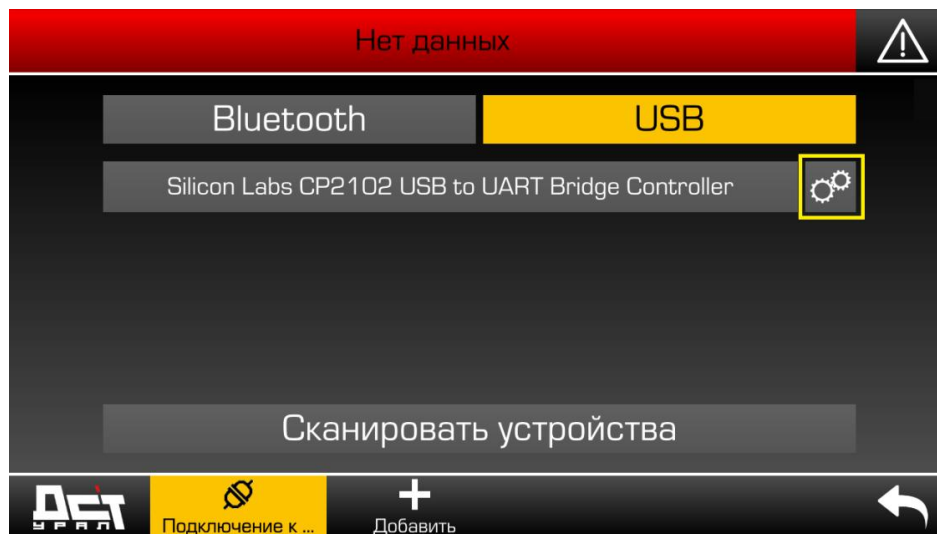

Рисунок 3.14. Настройка скорости передачи данных
- ▶ Нажмите кнопку «шестеренка» напротив обнаруженного USB-устройств (см. рис. 3.14).